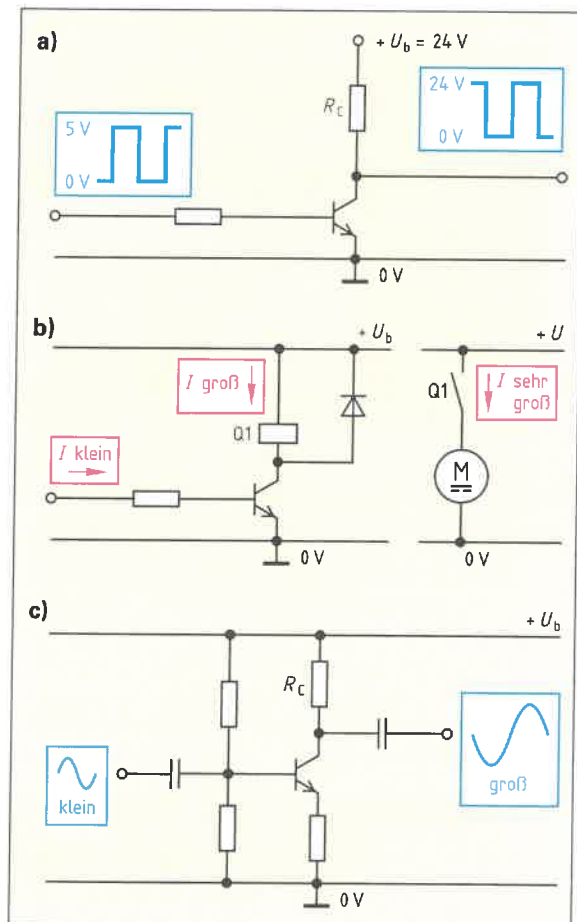

Bild 3: Einsatzgebiete von Transistoren (Beispiele)
9. Ergänzen Sie die Funktionsbeschreibungen zu verschiedenen Einsatzgebieten von Transistorschaltungen (**Bild 3 a, b und c**).